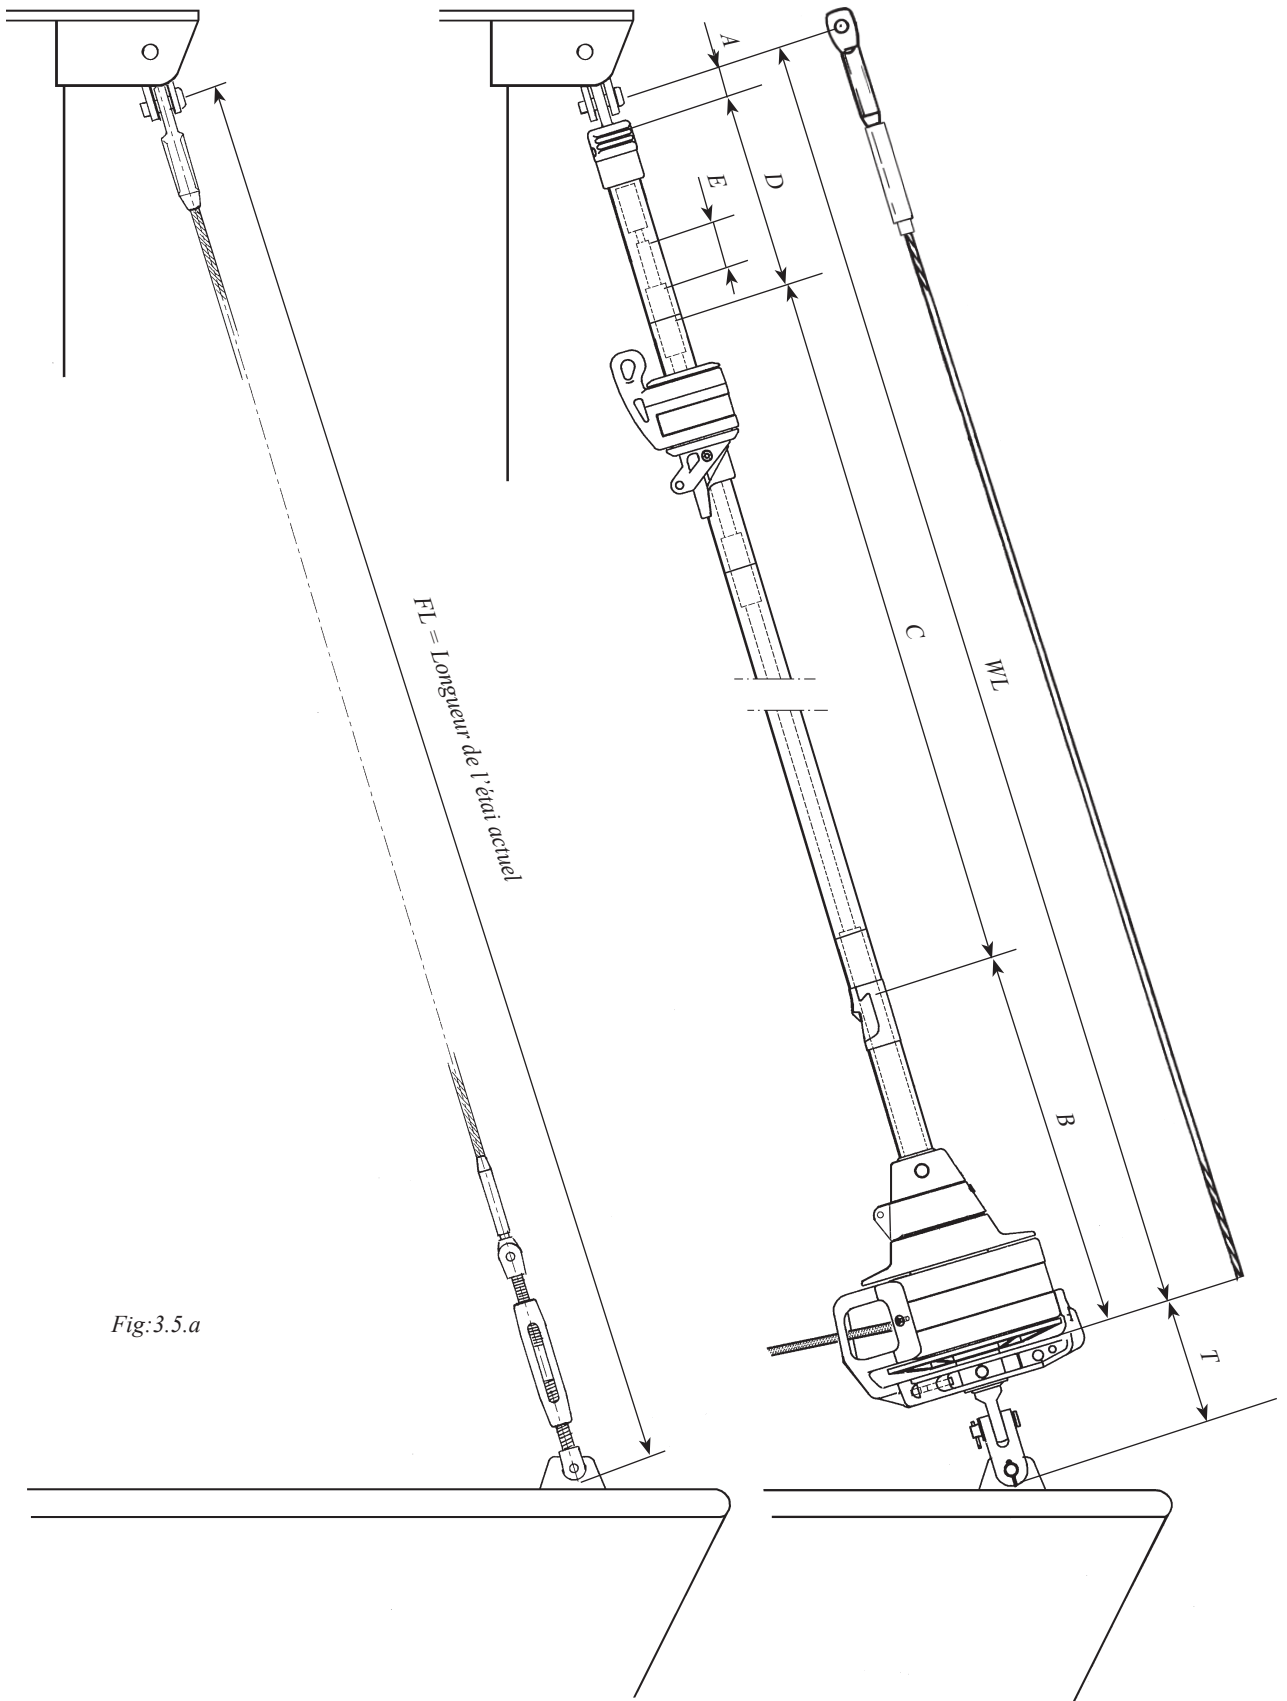

Fig:3.5.a
16. Vérifier la longueur de l'étai FL selon "Tableau 1" (3.5.1) & Fig: 3.5.a. Si un ridoir Furlex est monté, le régler à mi-course. ("Réglage du ridoir", voir tableau 14.1.1.)